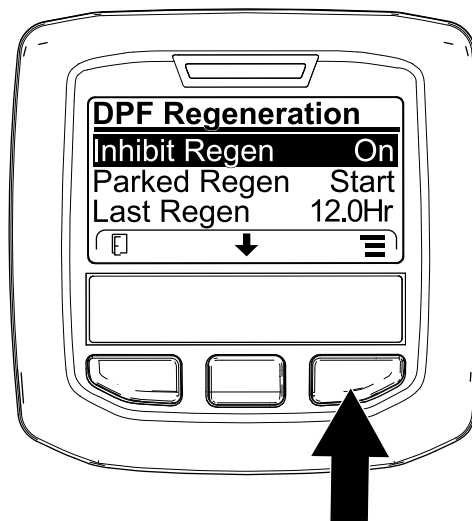
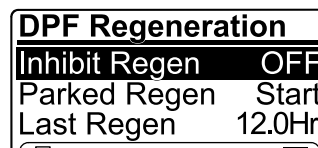

Рисунок 44
Рисунок 45
1. Перейдите в меню DPF Regeneration (Регенерация DPF), нажмите среднюю кнопку, чтобы перейти вниз к опции INHIBIT REGEN (ЗАПРЕТ РЕГЕНЕРАЦИИ), и нажмите правую кнопку, чтобы выбрать опцию Inhibit Regen (Запрет регенерации) (Рисунок 44).
2. Нажмите правую кнопку, чтобы изменить настройку запрета регенерации с On (Вкл.) на Off (Выкл.) (Рисунок 44) или с Off (Выкл.) на On (Вкл.) (Рисунок 45).